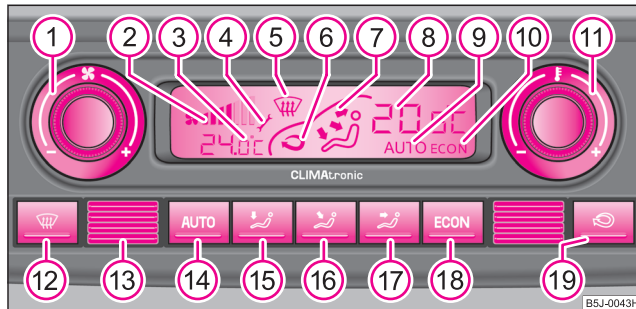

Abb. 85 Climatronic: Bedienelemente
- Drücken Sie die Taste **AUTO** ⇒ Seite 103, Abb. 85.
Drücken und halten Sie die Tasten **ECON** und **AUTO** ⇒ Seite 103, Abb. 85. Im Display erscheinen die Angaben in der gewünschten Temperatur-Maßeinheit.
- Drücken Sie die Taste  ⇒ Seite 103, Abb. 85.
- Drehen Sie mit dem Drehregler ⇒ Seite 103, Abb. 85 nach links (Gebläsedrehzahl verringern) bzw. rechts (Gebläsedrehzahl erhöhen).